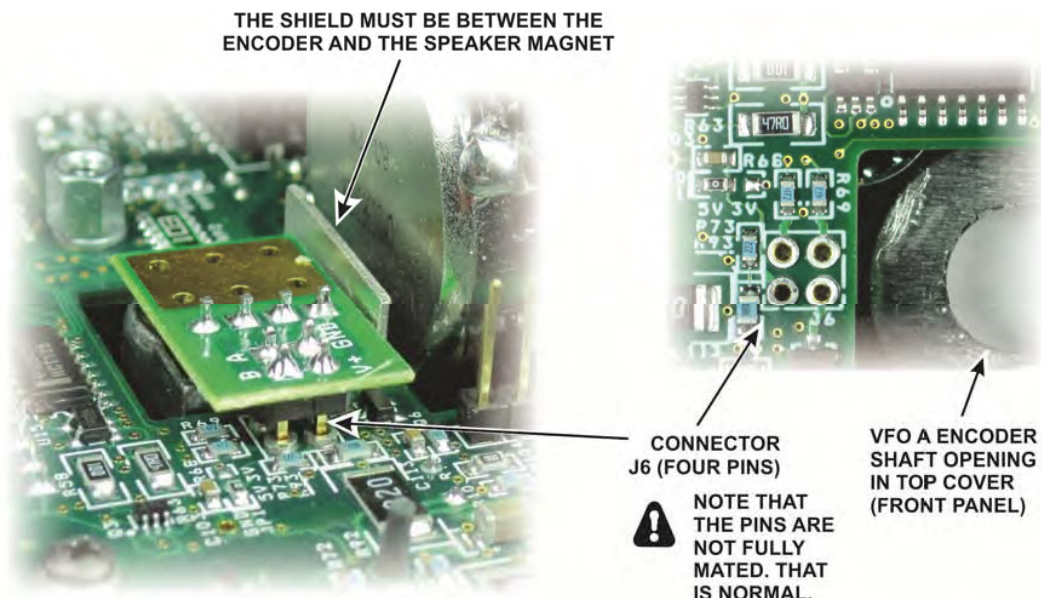

Figure 19. Installing the VFO A Encoder.
□ 注意深く、J6で4本のピンを連れ添わせる間に前面パネルの穴によってその軸を備えたエンコーダを配置してください(図19を参照)。シールドがスピーカーと示されるようなエンコーダの間にあると確信してください。それがそうでない場合、あなた、それは、前のステップで不正確にインストールしました。進行の前にそれを修正してください。